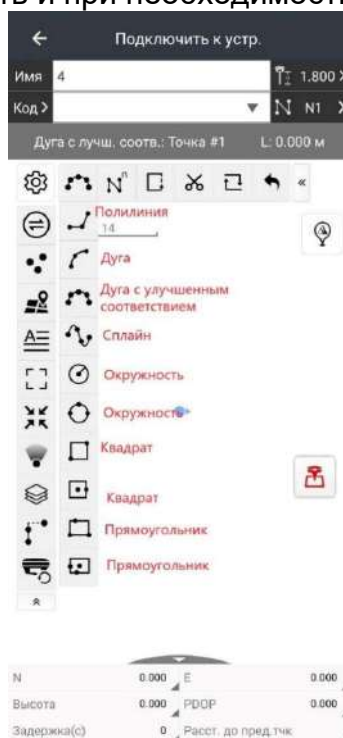

Рисунок 4.4.7
2. Можете выбрать тип линии, который необходим (Рисунок 4.4.7), и начать съемку. Типы линий делятся на две группы: незамкнутые линии, и замкнутые (фигуры). Все последующие точки будут объединяться в одну линию. Линии можно завершать, замыкать и при необходимости удалять.